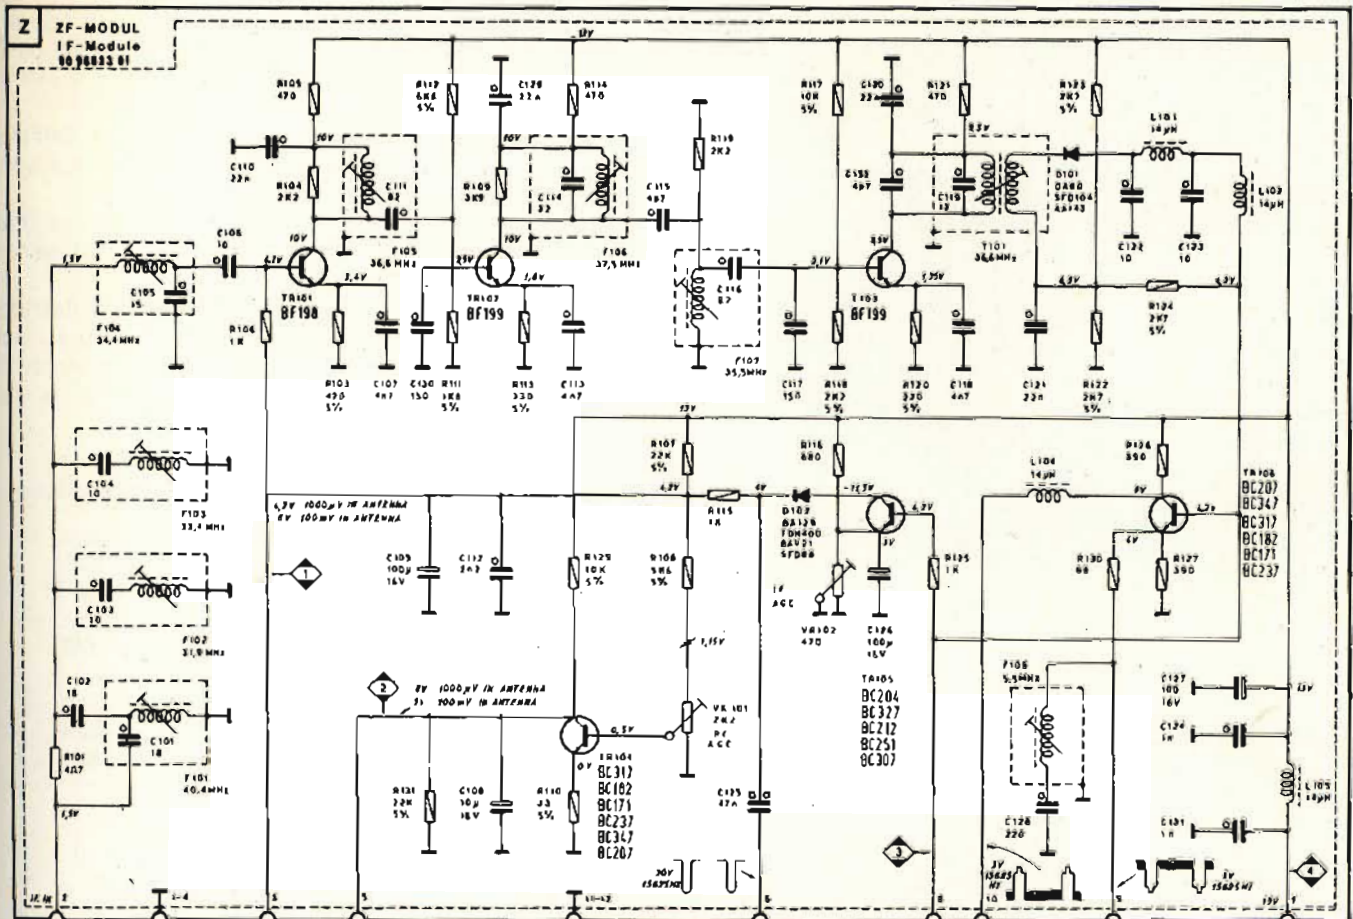
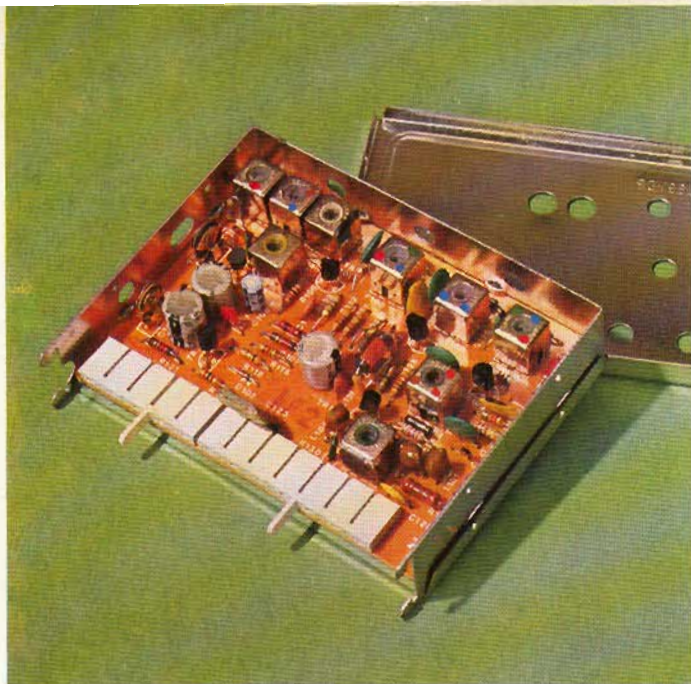
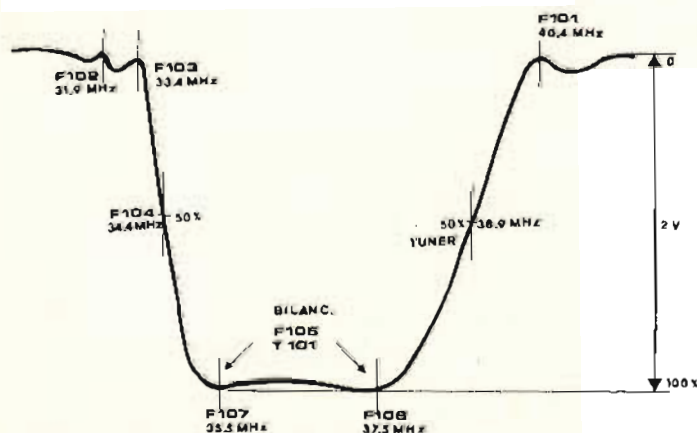

Fig. 4 - Schema elettrico dell'amplificatore della frequenza intermedia.
Fig. 5 - Fotografia del modulo Z dell'amplificatore della frequenza intermedia.
Fig. 6 - Curva di risposta della frequenza intermedia con indicate le frequenze di accordo delle relative bobine.
E' a transistori (fig. 4). E' contenuto nel modulo Z riportato in fig. 5. Il segnale a frequenza intermedia (I.F.) proveniente dal terminale 7 del tuner viene applicato alla base del transistore TR 101 all'ingresso
La curva passa-banda della frequenza intermedia è ottenuta (fig. 6) «sfalsando», come al solito, le frequenze di accordo dei circuiti di accoppiamento intermedi.
In fig. 6 è riportata la curva di risposta dell'amplificatore F.I.
L'amplificatore della frequenza intermedia video di cui in fig. 4 abbiamo riportato allo schema elettrico ed in fig. 6 la curva di risposta possiede le seguenti caratteristiche:
- Attenuazione delle portanti I.F. con riduzione di guadagno di 40 dB audio (fig. 6)